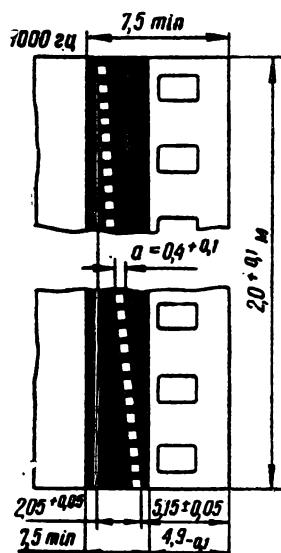

Рис. 8. Фонограмма для проверки и регулировки освещенности читающего штриха (размер *a* вдоль длины фонограммы не должен изменяться)
3) для проверки и регулировки освещенности читающего штихика (рис. 8).